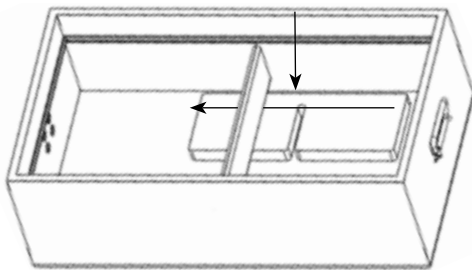

Figure 24
3. Retournez la sitting box et placez l'entretoise dans le fond avec le papier abrasif vers le haut. Faites-la glisser sous la barre en bois au milieu. Voir Figure 24.